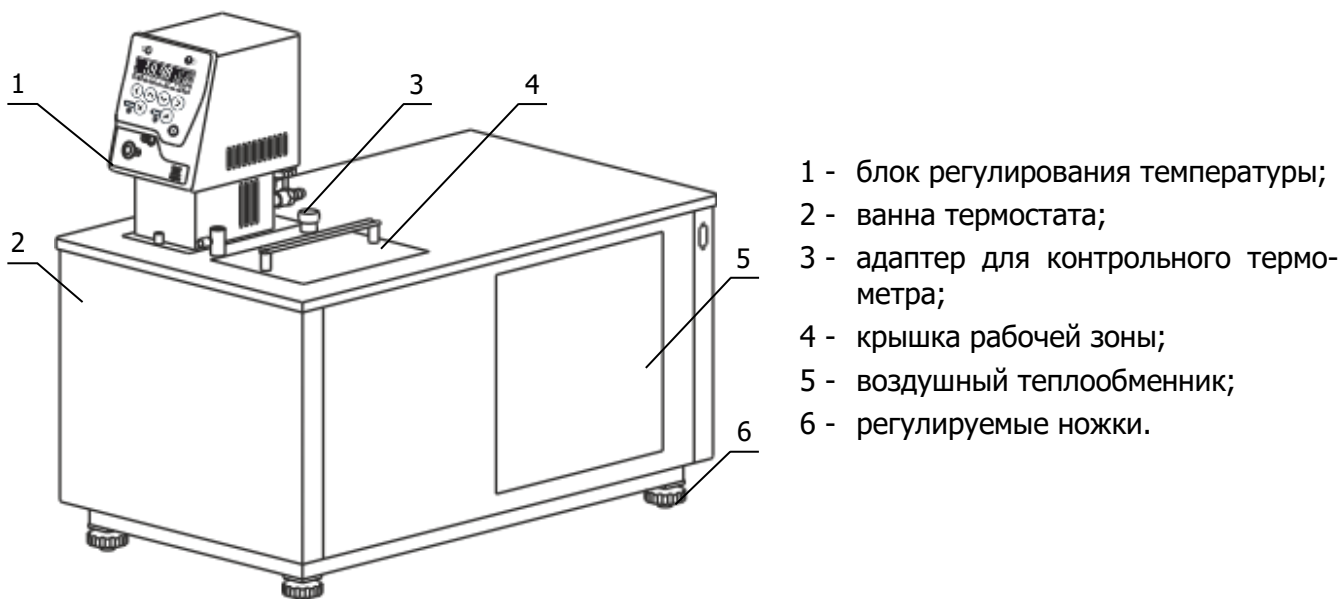

Рисунок 1 — Внешний вид термостата
2.2.2 Установить ванну термостата на горизонтальную поверхность. Добиться горизонтального положения крышки ванны вращением ножек 6 (рисунок 1).
- использовать крышку 3 (рисунок 1), ограничивающую доступ воздуха к поверхности теплоносителя;
- при помощи пылесоса тщательно очистить от пыли черную оребренную поверхность воздушного теплообменника 5 (рисунок 1);